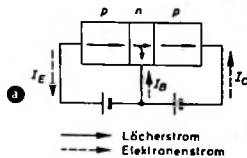

Bild 6. Wahre (physikalische) Stromrichtungen in einem pnp-Transistor (a) und in einem npn-Transistor (b)
N. S. Emmerich von den Westinghouse Research Labs berichtete in der Zeitschrift Energy Bd. 1 (1964) Nr. 2, S. 14 bis 18, über erfolgreiche Arbeiten in bezug auf Anlagen mit offenem und geschlossenem Kreislauf. Geplant sind eine 16-MW-Anlage (Bild 6) mit  $\eta = 40\%$  und ein Großkraftwerk mit 600 MW und  $\eta = 60\%$ . Beim offenen Kreislauf studiert man die Möglichkeit, die Stickstoffabfallprodukte nutzbar zu machen, beim geschlossenen den Anschluß eines Atomreaktors mit 1400 °K und das Arbeiten mit geringerem Dampfdruck unter Verwendung von Lithium. Planungen für einen 25-kW-Versuchsgenerator sind abgeschlossen. Man befaßt sich auch mit dem Bau von 20- bis 30-kG-Magneten und studiert 50-kG-Supraleit-Magneten sowie verschiedene Verfahren zur höheren Ionisierung.
Bild 6. Schematische Darstellung eines Projektes für eine 16-MW-Gasturbinenanlage mit Kohle als Brennstoff sowie mit Saatmaterialzugabe und -rückgewinnung; der errechnete Gesamtwirkungsgrad ist etwa 50%. Um dies zu erreichen, muß die Abgaswärme in Wärmetauschern und Gaskesseln gut ausgenutzt werden
Hierbei wird die wahre physikalische Stromrichtung angezeigt. Bei Transistoren muß man aber zwischen der Bewegungsrichtung der Elektronen (negative Ladungsträger) und der Bewegungsrichtung der Defektelektronen oder Löcher (positive Ladungsträger) unterscheiden (Bild 6). Die physikalische Stromrichtung interessiert jedoch nur bei physikalischen Untersuchungen des Transistorverhaltens.